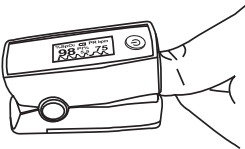

Рис. 9. Размещение пальца при измерении
- Палец должен быть размещен правильно (см. Рис. 9), так как в противном случае возможно получение неточных результатов измерений.